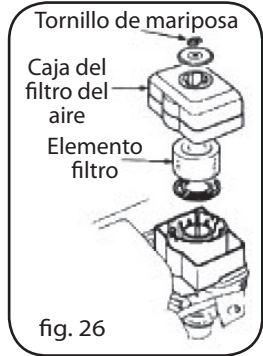

fig. 26
**Filtro en baño del aceite (Fig. 26)**